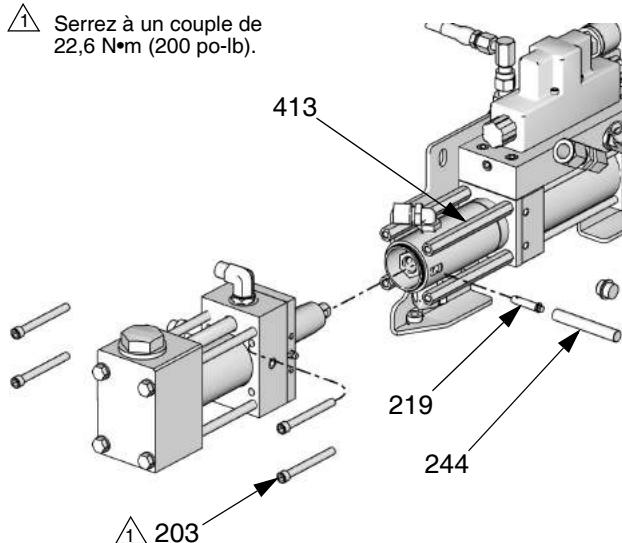

FIG. 3. Pompe de dosage - côté A
8. Consultez la FIG. 3. Débranchez les conduites d'entrée et de sortie de pompe côté A (isocyanates). Utilisez un outil d'extraction de broche (244) pour retirer la broche (219) ce qui va débrancher la pompe du cylindre hydraulique (201). Retirez les quatre vis (203) maintenant la pompe aux entretoises (413) du cylindre. Mettez l'ensemble de pompe sur un établi.